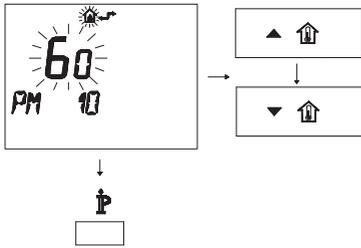

Figura 5.59
- Per modificare il SET programmato agire sui pulsanti ▲⏮ o ▼⏭ e aspettare che il numero programmato cominci a lampeggiare (Figura 5.59).